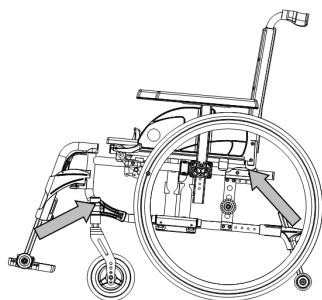
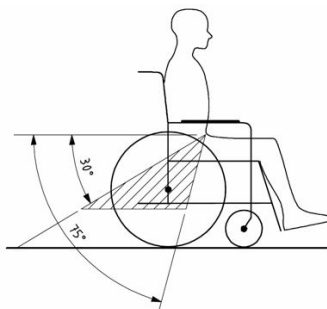

Figura 1
Figura 2
6. Montare le cinture di sicurezza anteriori seguendo le istruzioni del costruttore del sistema di passanti, fino al punto indicato (figura 1). Questo punto è segnato con un simbolo (figura 2).
9. Montare le cinture di sicurezza posteriori seguendo le istruzioni del costruttore del sistema di passanti, fino al punto indicato (intorno al blocco di fissaggio della ruota e sopra la boccola dell'assale) (figura 1). Questo punto è segnato con un simbolo (figura 2).